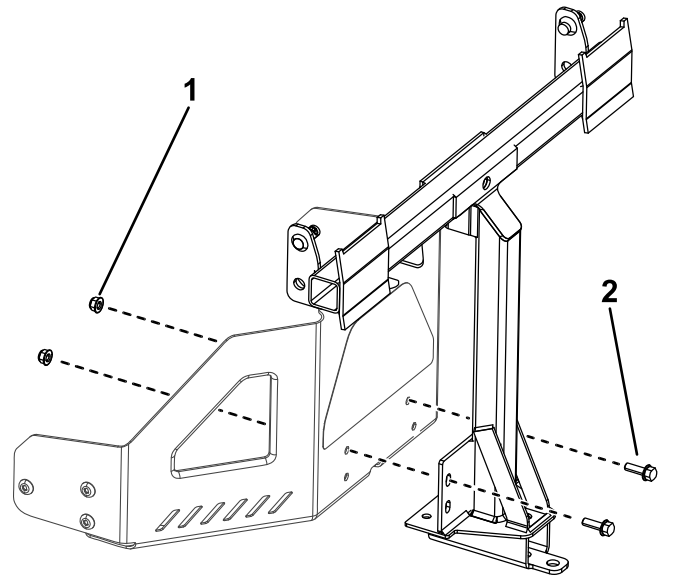

Figura 8
2. Montirajte okretni ram na ram mašine kao što je prikazano na Figura 8. Pričvrstite okretni ram na ram mašine pomoću 2 zavrtnja (5/16 × 1") i 2 kontranavrtke (5/16").